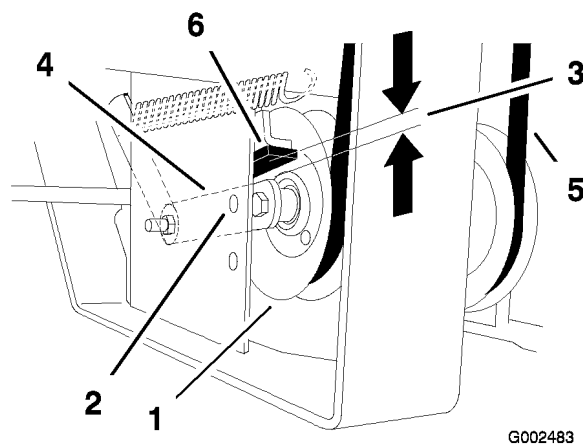

Figura 57
9. Controllate la distanza tra l'arresto di gomma e il braccio della puleggia tendicinghia caricata a molla, quando serrate la piastra intermedia. La distanza dall'arresto di gomma deve essere compresa tra 0 e 6 mm (Figura 57).